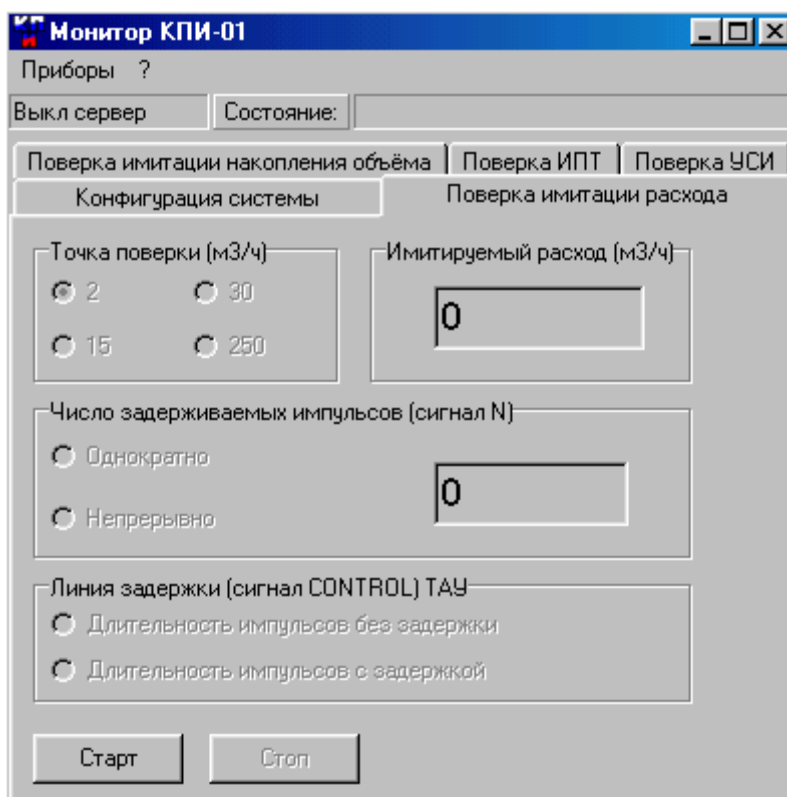

Рис. 52. Вид вкладки «Поверка имитации расхода».
5.7.4.1.2. Для определения относительной погрешности воспроизведения расхода активизируется вкладка **Поверка имитации расхода** (рис.52). Последовательно задается три значения расхода: 15 м³/ч, 30 м³/ч и 250 м³/ч (значение расхода выбирается с допуском ± 10 %).